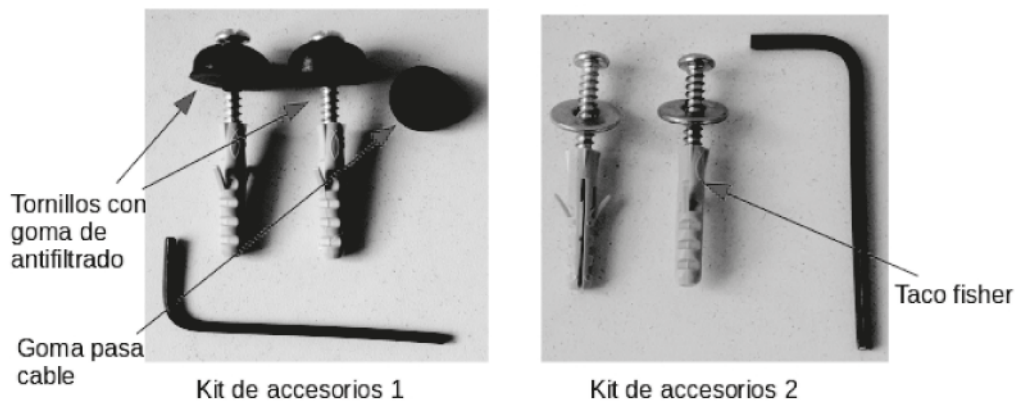

Figura 3 – Kits de instalación y fuente de alimentación externa 12Vcc
En caso de realizar la instalación del control de puerta, entonces se debe cambiar la goma ciega en este agujero por la goma pasa cables provisto en el kit de instalación (Figura 3).
- Una vez realizados los agujeros de fijación, se deben insertar dentro de los mismos dos tacos fisher provistos con el kit de instalación (Figura 3). Estos deben quedar presentados al ras de la superficie de la pared, sin hundir los dentro de ella. Se puede utilizar un martillo u otro elemento similar para introducirlos.
- El cable de la fuente de alimentación externa provista como accesorio (Figura 3).
5. Una vez llevados a cabo los agujeros de fijación, se deben insertar dentro de los mismos dos tacos fisher provistos en el kit de instalación (Figura 3). Estos deben quedar presentados al ras de la superficie de la pared, sin hundir los dentro de ella. Se puede utilizar un martillo u otro elemento similar para introducirlos.
7. Fijar la tapa trasera utilizando los tornillos de fijación provistos en el kit de instalación (Figura 3).